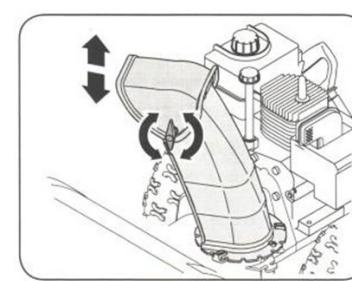

Рисунок 33
2. Повернуть желоб вверх или вниз, прежде чем снова затянуть зажимной баращек, см. Рисунок 33.